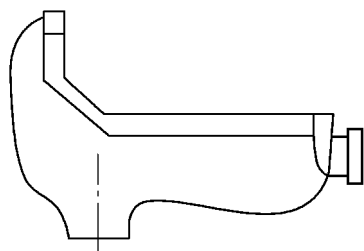

图 2-49 蹲式大便器
② 蹲式大便器。蹲式大便器如图 2-49 所示，它本身不带存水弯，需另外装设。一般用于公共卫生间、家庭、旅店等建筑内。